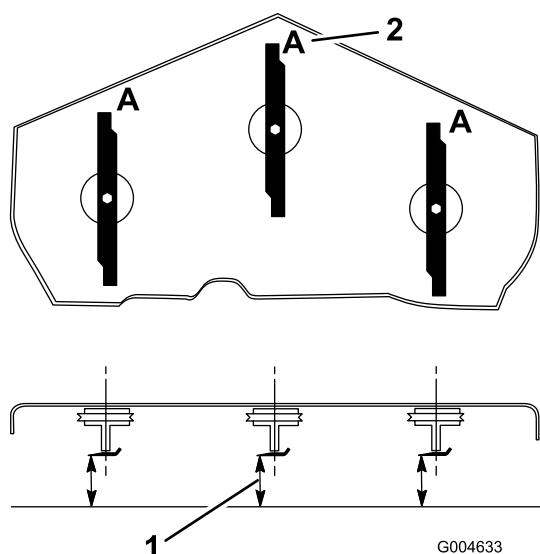

図 20
- ブレードが前後方向を指すように回転させる(図 20)。A の位置で(図 20)、平らな床面からブレードの刃先までの高さを測る。測定値を記録する。